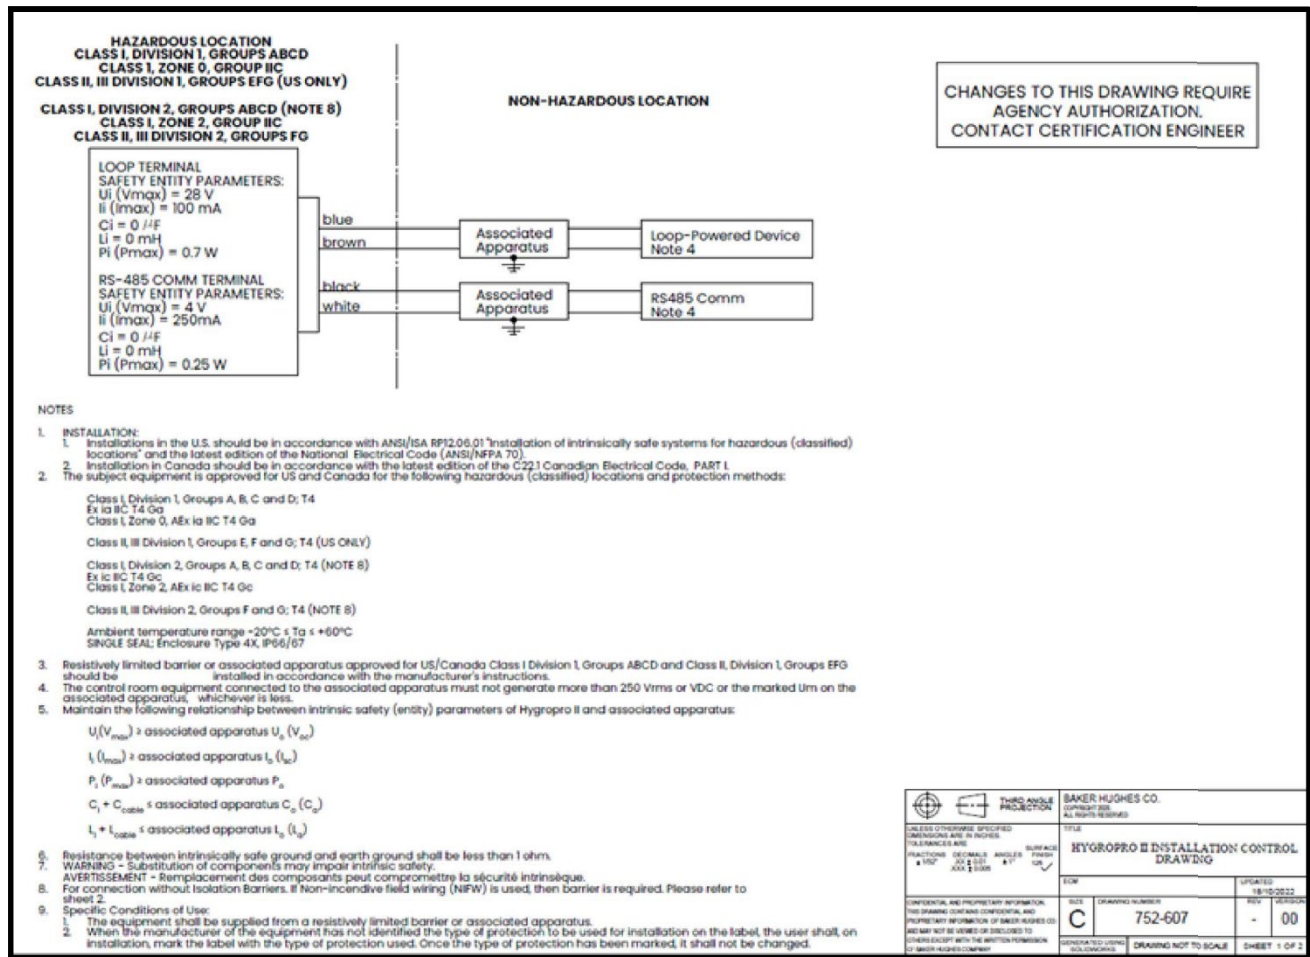
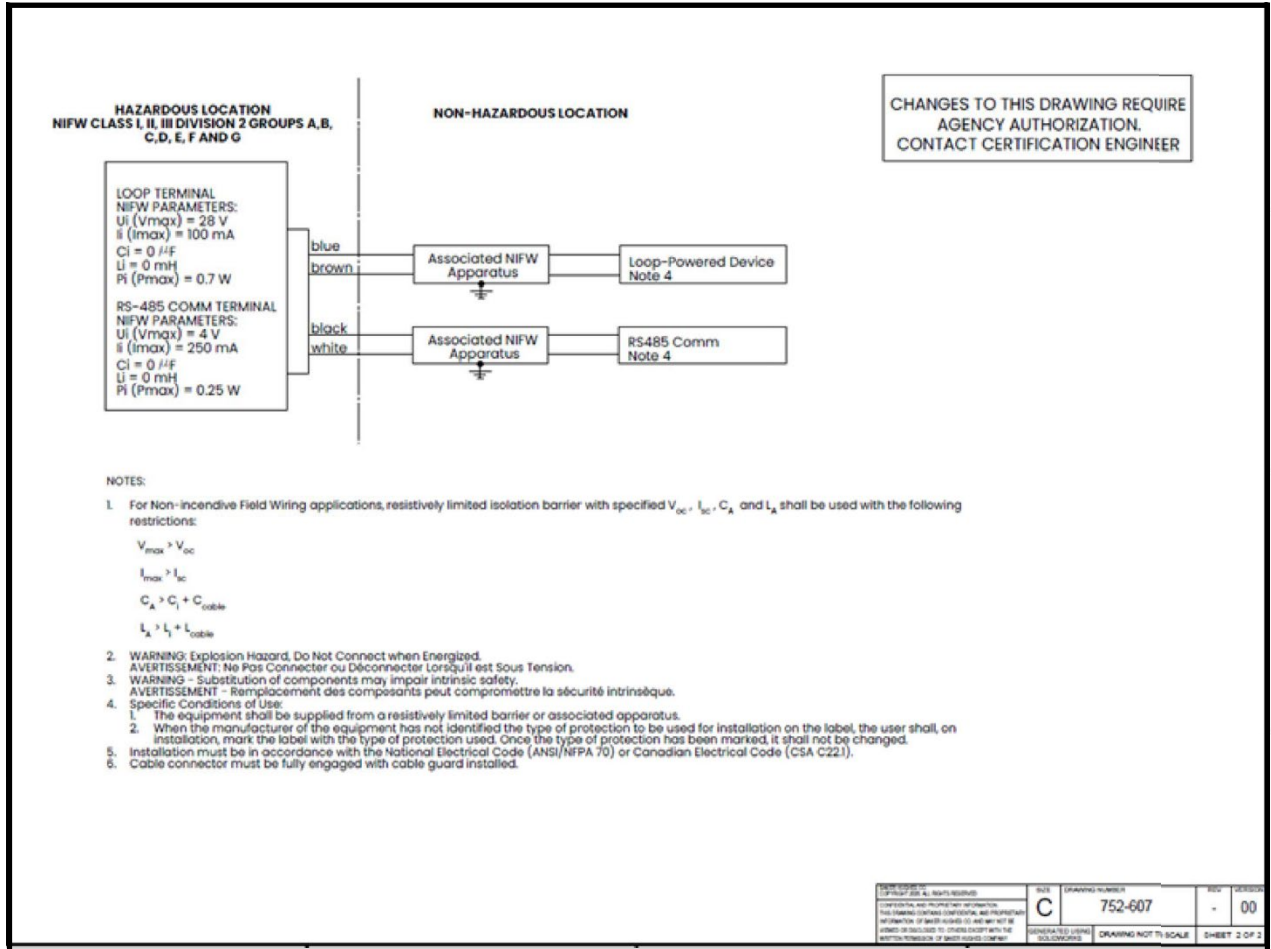

图 10: 位于1区和2区安装HygroPro^{II}安装控制图（参考752- 607）
图 11: 2区非易燃现场的HygroPro^{II}安装控制图（参见752-607）
- FM示意图（参见下面的图 10）
对于危险的区（区域分类分类）中的HygroPro^{II}接线，请根据以下条件之一连接变送器随附的保安电缆引线，如图 10和图 11中的安装控制图所示：
- 有适当等级的齐纳安全栅/隔离安全栅：需要用在 Class 1, Zone 0 and Class I/II/III Division 1 危险区域（图 10）。
- 非易燃现场接线和齐纳安全栅：仅用于Class I/II/III, Division 2危险区（图 11）。